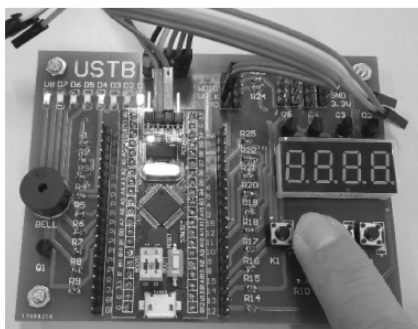

图 6.16 按键实验现象 3
- (3) 按下 KEY3,会反转 LED3 的状态,见图 6.16。